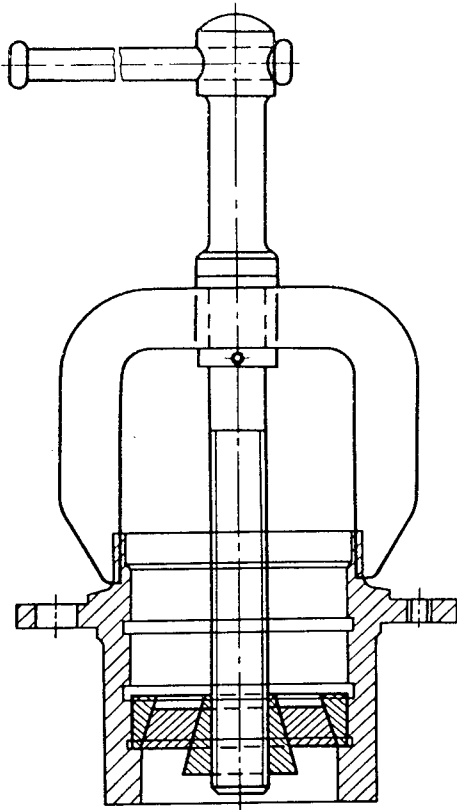

Bild 168. Auspressen des Außenringes des Radnabenaußenlagers
5. Außenring des Außenlagers mit einem Spezialabzieher (Bild 168) auspressen.